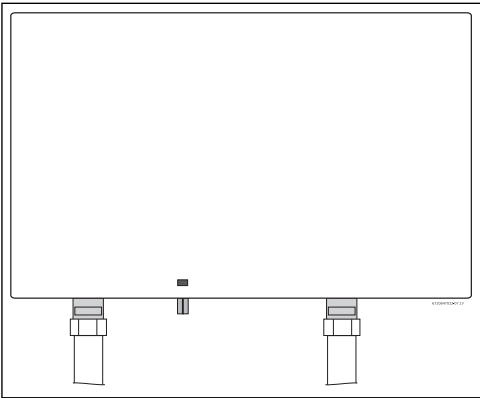

Fig. 5 Posición de montaje vertical
- El aparato debe ser instalado en la orientación que se muestra en la Fig. 5 es decir, montado en posición vertical con los accesorios de agua en la parte inferior del calentador. **Bajo ninguna circunstancia se debe montar el calentador de manera diferente.**